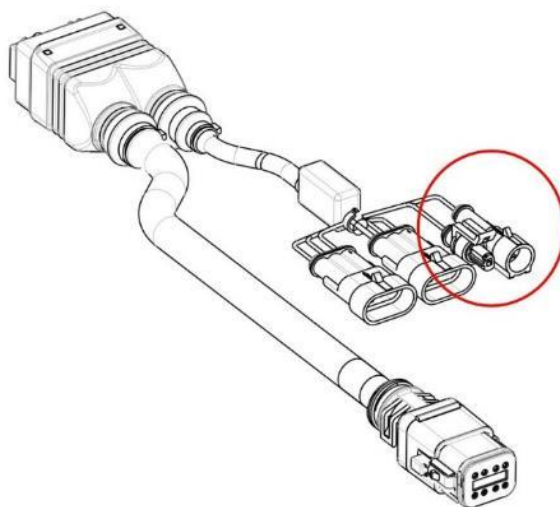

Figure 3-15 Câble DMD X-tend
3. Ouvrez et fermez le contact de sécurité (voir Figure 3-15) du câble correspondant au moteur clignotant dans le synoptique.